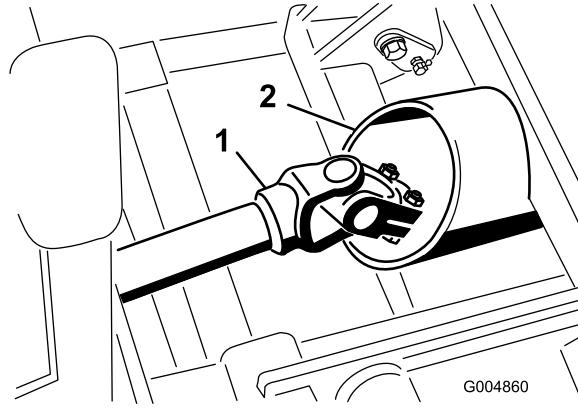

Figure 16
- Roulez le châssis d'hiver en position avec précaution tout en passant l'arbre d'entraînement par le tube du châssis (Figure 16).